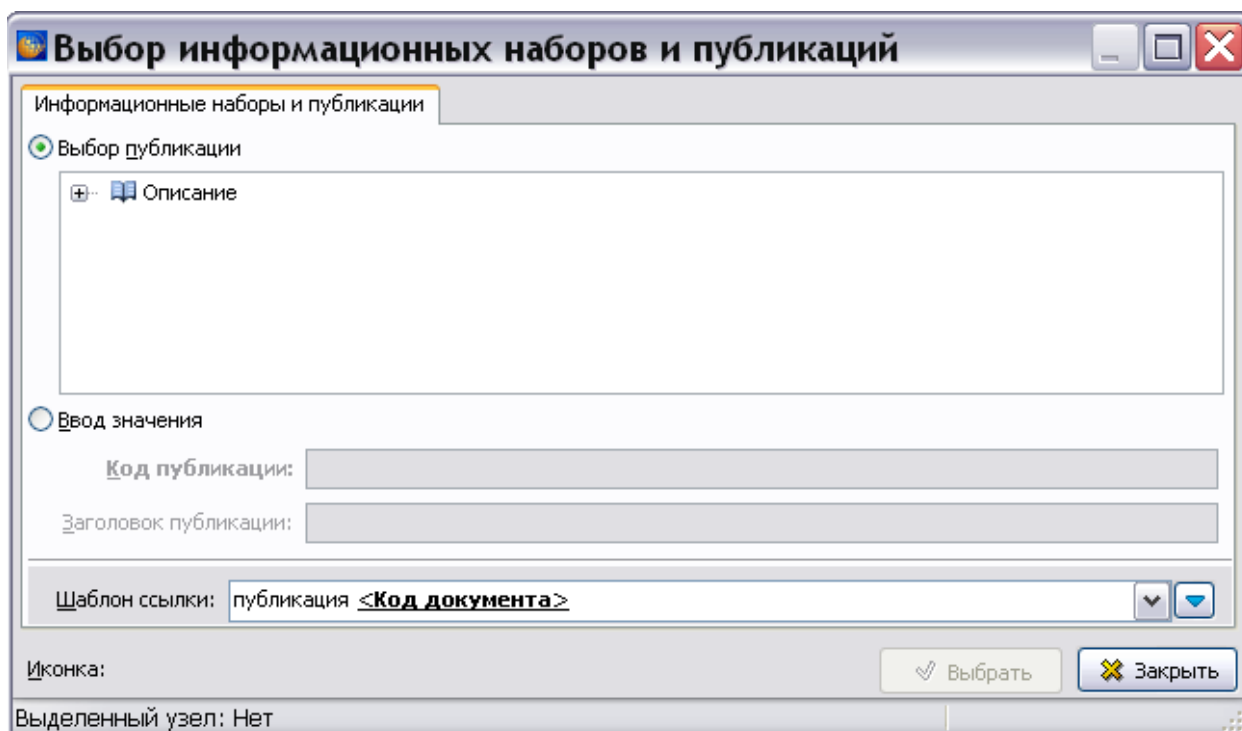

Рис. 5.232
3. Из раскрывшегося списка выберите команду **Ссылка на публикацию**. После этого появится диалоговое окно **Выбор информационных наборов и публикаций**, в котором представлены публикации (Рис. 5.232).